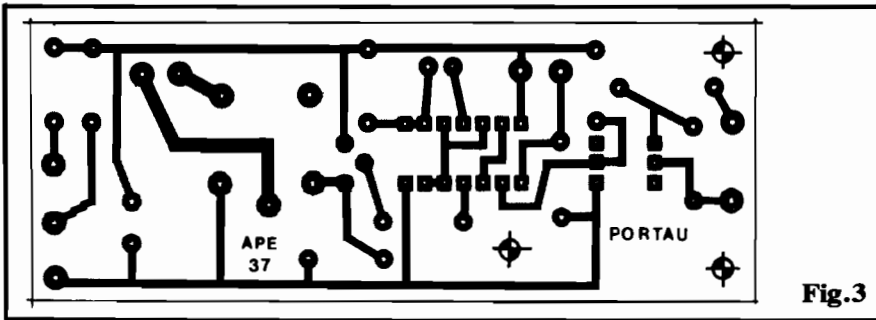

Fig.3
- FIG. 3 - LAY OUT DO CIRCUITO IMPRESSO - Em tamanho natural (escala 1:1), o padrão cobreado da placa é visto na figura, em todos os detalhes de ilhas e pistas... Basta ao Leitor/Hobbysta reproduzir cuidadosamente o lay out e providenciar a confecção da sua placa, observando, contudo, todos os preceitos e cuidados exhaustivamente mencionados em APE... O desenho não é complexo, nem muito "apertado", facilitando as "coisas" mesmo para os que ainda não têm muita prática no "ramo"... Os pontos que merecem mais cuidado referem-se aos conjuntos de ilhas para os pi-